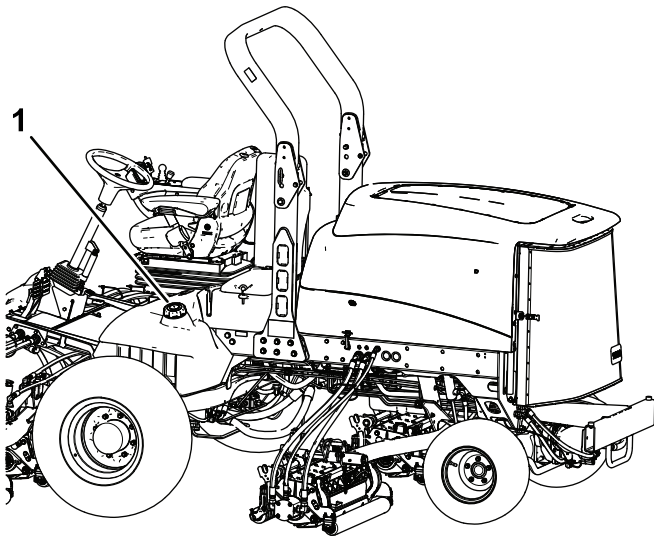

Figure 34
3. Retirez le bouchon du réservoir de carburant (Figure 34).